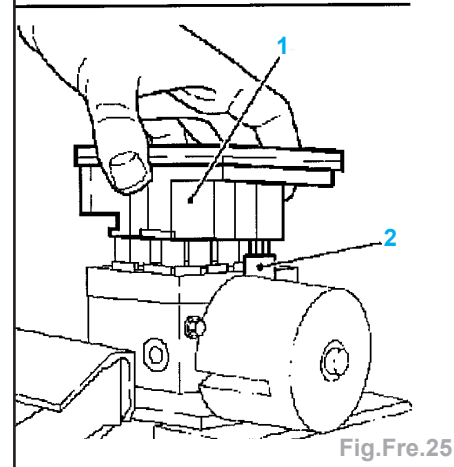

Fig.Fre.25
- Retirer l'appareil de commande d'ABS du groupe d'hydraulique (flèches) (Fig.Fre.25).